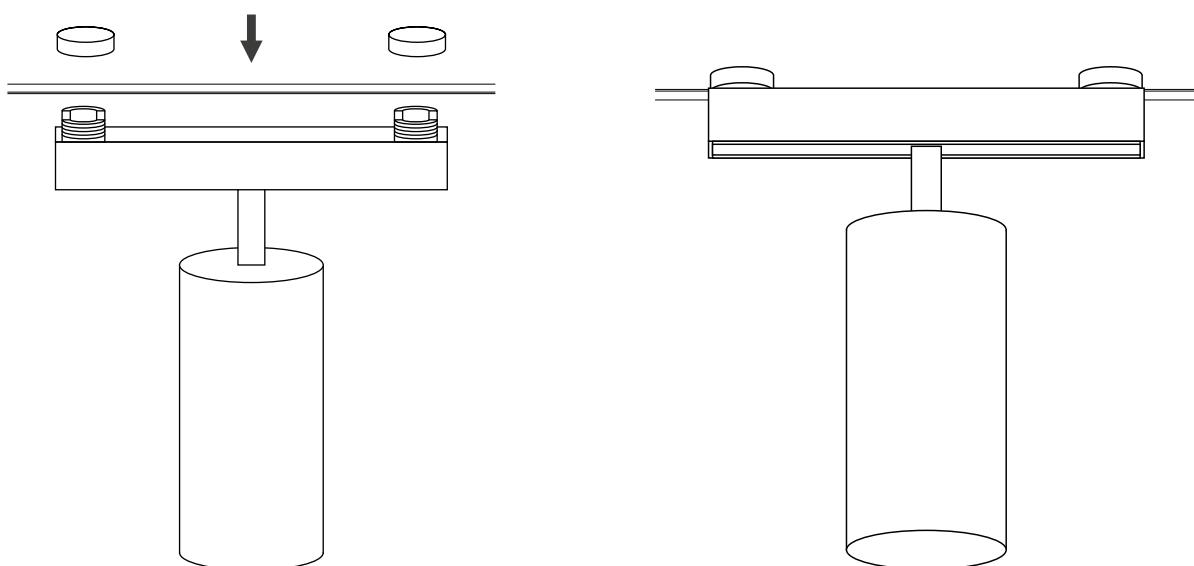

Рис. 2. Установка светильника
- ✓ Устройство крепления выполнено в виде завинчивающегося фиксатора с правой резьбой, который накручивается на верхнюю часть корпуса светильника. Открутите верхнюю часть фиксатора у светильника, тем самым освободив установочное пространство. Установите светильник в необходимом месте токопроводящего ремня и зафиксируйте его, закрутив верхнюю часть фиксатора светильника, как показано на рис. 2.